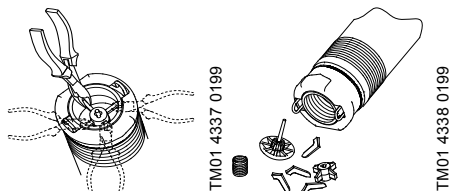

Рис. 14 Отрезание ножек клапана
1. С помощью клещей или аналогичного инструмента удалите ножки клапана. См. рис. 14.